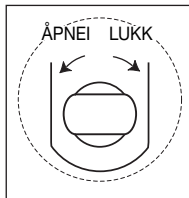

Fig. 3 - Utløsningsventil
4. Bruk den rektangulære enden av pumpehåndtaket og drei avlastningsventilens spindel mot klokken for å åpne ventilen (ikke mer enn to omdreininger). Se Fig. 3.